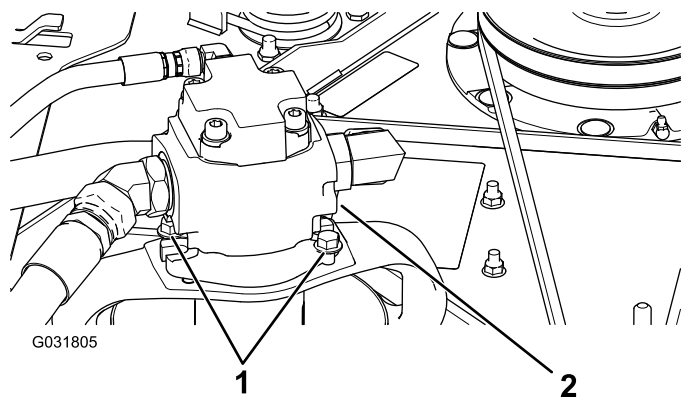

Рисунок 125
5. Снимите болты крепления гидромотора к режущему блоку (**Рисунок 125**).
3. Снимите болты крепления гидромотора к режущему блоку (**Рисунок 125**).